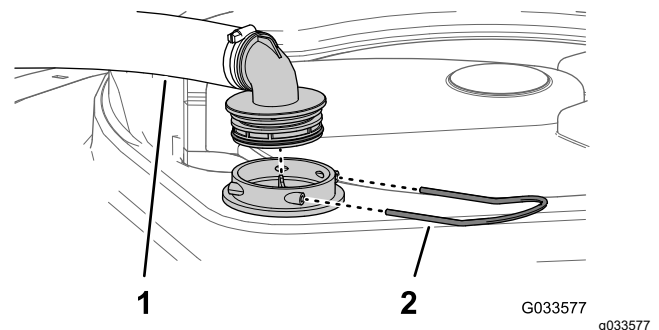

Figure 59
2. Sur le sommet de la cuve du pulvérisateur, retirez l'étrier qui fixe le raccord du grand flexible sur le logement du filtre (Figure 59).
3. Retirez le flexible et le raccord du logement du filtre (Figure 59).